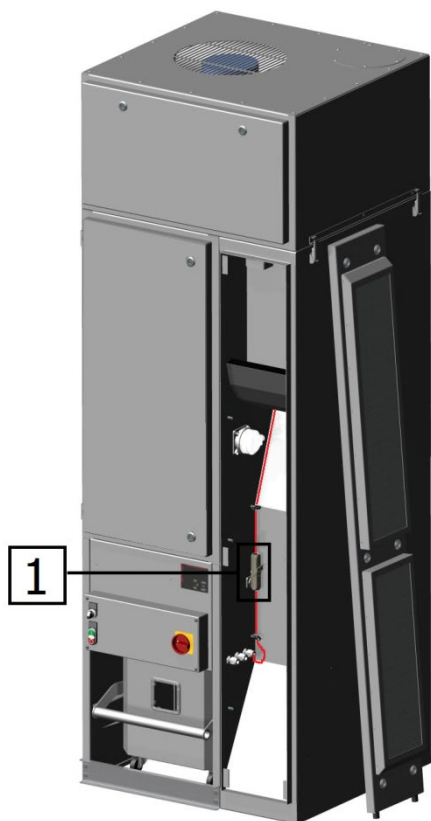

Fig. 2.2: connettore alloggiamento ventilatore
Successivamente si deve collegare il ventilatore nell'alloggiamento. A tale scopo occorre rimuovere la porta dell'armadio di ventilazione. Dietro questa porta si trova un connettore debitamente predisposto per il collegamento del ventilatore (fig. 2.2, pos. 1).